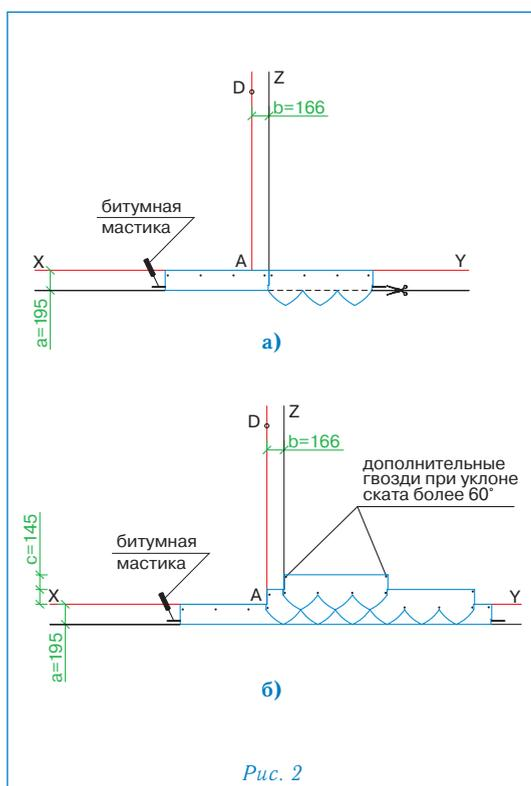

Рис. 2
Укладка материала (рис. 2)
- Начальный ряд формируется из листов черепицы ВЕРСАЛЬ с обрезанными лепестками. Полученные таким образом полосы шириной 19,5 см укладываются по линии карниза в обе стороны от линии Z (рис. 2а) и фиксируются по нижнему краю битумной мастикой, а по верхней кромке 4 гвоздями (ось гвоздей на 5 см ниже верхнего края полосы);
- далее первый ряд черепицы укладывается от линии AD (рис. 2б);